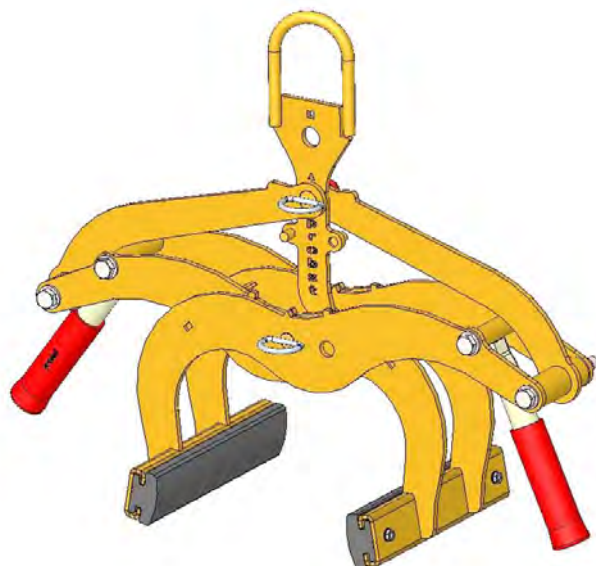
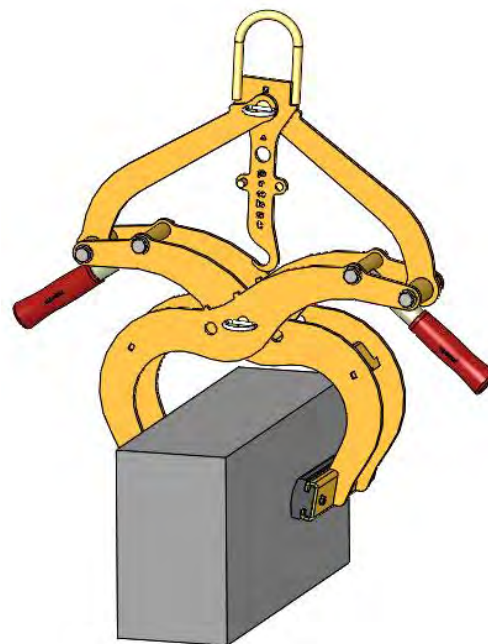

Fig.2
Fig.3
- Pour régler cette position d'ouverture, les repères triangulaires ▲ des bras de préhension (au centre de l'appareil) doivent être **superposés** (Fig. 2) et le repère triangulaire ▲ du *crochet de blocage* (2) doit être positionné au dessus de la *goupille de sécurité* (7) (Fig. 3).
- Pour procéder au réglage de l'ouverture, il faut retirer la goupille de sécurité (6) ainsi que la goupille de sécurité (7).
- Une fois que l'ouverture a été réglée, l'appareil doit à nouveau être sécurisé en utilisant la *goupille de sécurité* (7) et la *goupille de sécurité* (6).
- Pour régler cette position d'ouverture, les repères carrés ■ des bras de préhension (au centre de l'appareil) doivent être **superposés** (Fig. 2) et le repère ■ du *crochet de blocage* (2) doit être positionné au dessus de la *goupille de sécurité* (7) (Fig. 3).